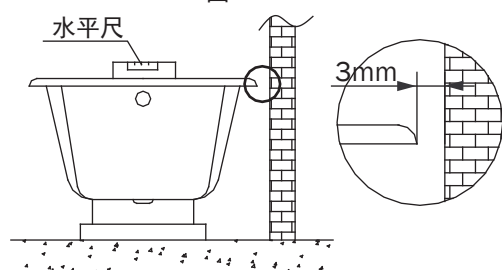

图2
注意：1. 浴缸的外侧面与墙之间预留下少许安全间隙（见图2），浴缸安装完毕可用硅胶等密封材料填充。
2. 浴缸置放好后，用水平尺校正浴缸水平，确保放置平稳（见图2）。